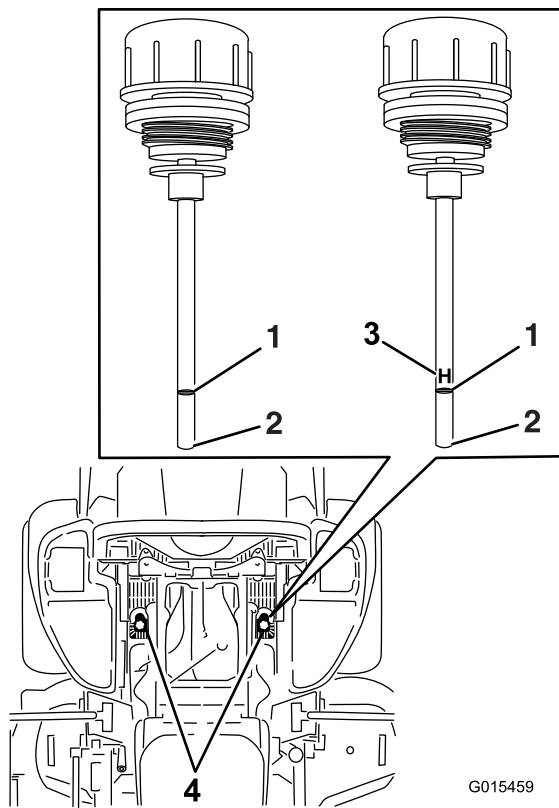

Bild 84
6. Reinigen Sie den Bereich um den Ölpeilstab der Hydraulikanlagenbehälter (Bild 84).
7. Nehmen Sie einen Peilstab aus dem Hydraulikbehälter heraus (Bild 84).
9. Ziehen Sie den Ölpeilstab heraus und schauen Sie das Ende an (Bild 84).